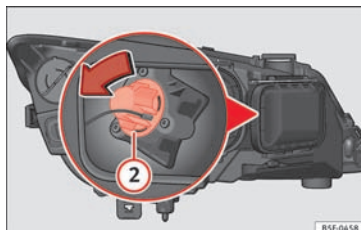

Fig. 107 Blinklyspære
- Drej pæreholderen » **Fig. 107** ② mod venstre, og træk i den.